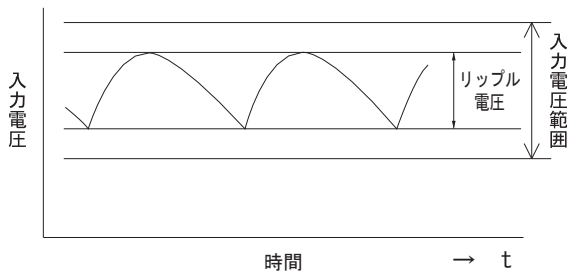

図 3.1 入力電圧のリップル
(4) 入力電源
■入力電圧に含まれるリップル電圧(図3.1)は、以下のようにご使用ください。この値が大きくと出力リップル電圧が大きくなります。